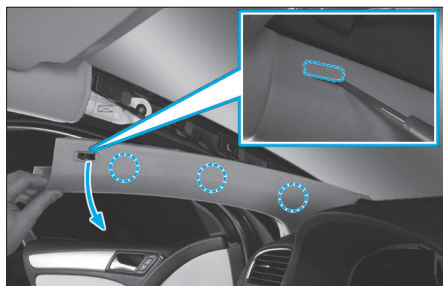

Fig. 35
- dégrafer le cache à l'aide d'un tournevis puis déposer la vis (Fig.35),